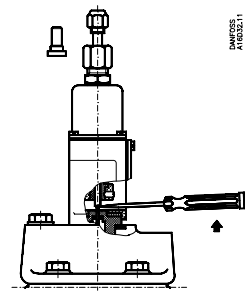

Fig. 4
Snavs-partikler kan man forsøge at fjerne som vist på fig. 4. Stik en skruetrækker ind mellem pilotkeglens spindel (8) og trykstangen (4) Når skruetrækkeren vipkes, presses pilotkeglen nedad, og ventilen åbner for fuld kølevandsgennemstrømning gennem ventilen.
Er filteret eller pilotdysen ikke tilstoppet, afmonter så topstykket (6) og ventildækslet (12). Topstykket og ventildækslet kan afmonteres, uden at det er nødvendigt at tage trykket af anlægget. Tag pilotindsatsen ud af ventildækslet, rens den og smør den ind i vandfast, syrefrit fedtstof. Fyld rummet over teflonmanchetterne (9) med samme fedtstof. Måske er det nødvendigt at indslibe pilotkeglen i pilotsædet. Rens servostemplet og ventilsædet og smør servocylinderen og servostemplets styr med vandfast, syrefrit fedtstof. Pilotkanalerne i ventildækslet kan renses, efter at skruerne i ventildækslets sider er fjernet. Undersøg om O-ringene trænger til at skiftes ud. Efter monteringen eller efter et eftersyn skal vandventilen skylles kraftigt igennem i nogle minutter for at fjerne evt. snavs fra rørledninger m.v. Se fig. 4. Er der fare for frostsprængning af ventilen i stilstandsperioder, bør den tømmes for vand. Det gøres ved at fjerne bundproppen (17) og skruen (16).